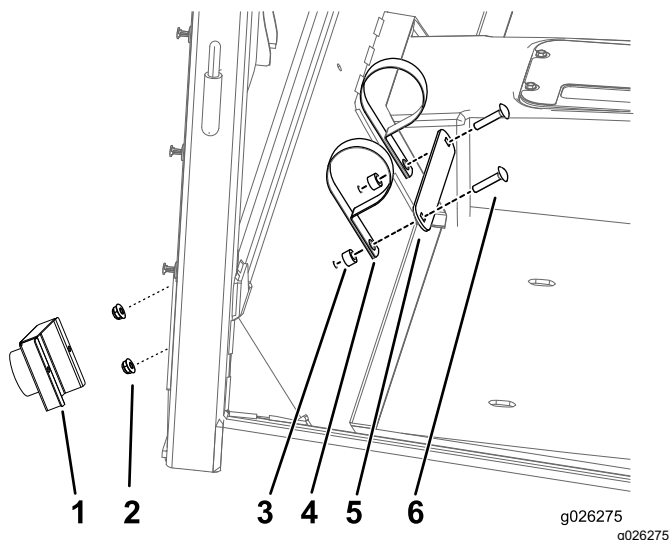

Figure 47
1. Montez le tube de rangement du *manuel de l'utilisateur* (Figure 47).